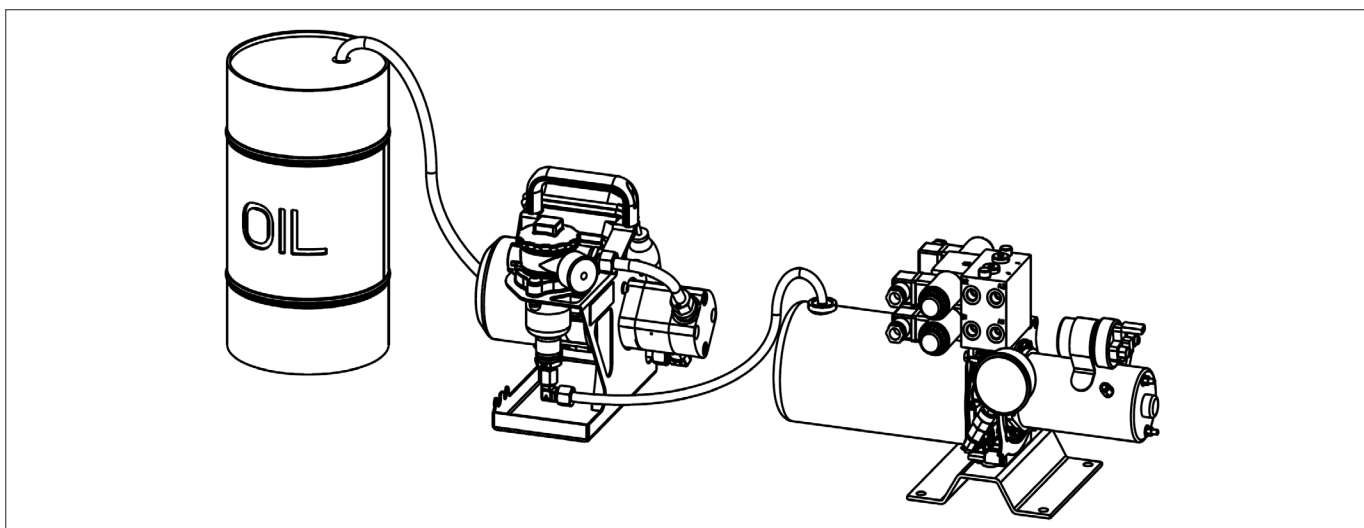

Abb. 7: Befüllen des kleinen Hydroaggregates mit Hilfe des CFP
- Bei Beschädigung des Metallgewebes, der Dichtung und / oder des O-Rings im Inneren des Siebgehäuses ersetzen - Abbildung 7 (Bestell-Nr. - siehe Ersatzteilliste).
- Schrauben Sie das Saugsiebset (3) in den Pumpeneinlass.
- Schrauben Sie den geraden Nippel (2) ein.
- Installieren Sie die Winkelverschraubung (1).